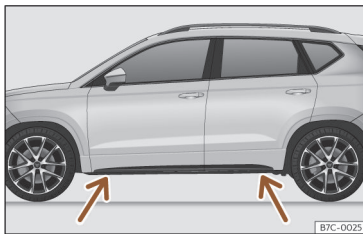

Fig. 211 Pontos de apoio do macaco.
- Procure na longarina a marca do ponto de apoio do macaco (zona afundada) mais próximo da roda a substituir >>> Fig. 211.